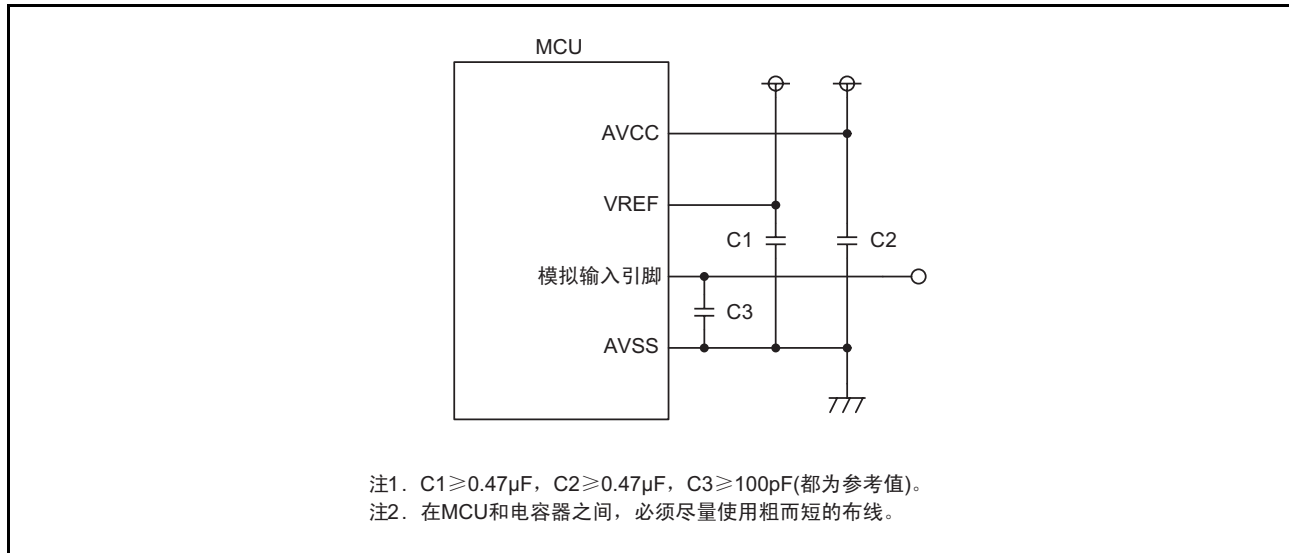

图 29.1 A/D 相关引脚的处理例子
- 为了防止噪声引起的误动作和闩锁以及减少转换误差，必须在 AVCC 引脚、VREF 引脚、模拟输入引脚（AN\_0~AN\_7、AN0\_0~AN0\_7、AN2\_0~AN2\_7、AN15\_0~AN15\_7）和 AVSS 引脚之间分别插入电容器。引脚的处理例子如图 29.1 所示。